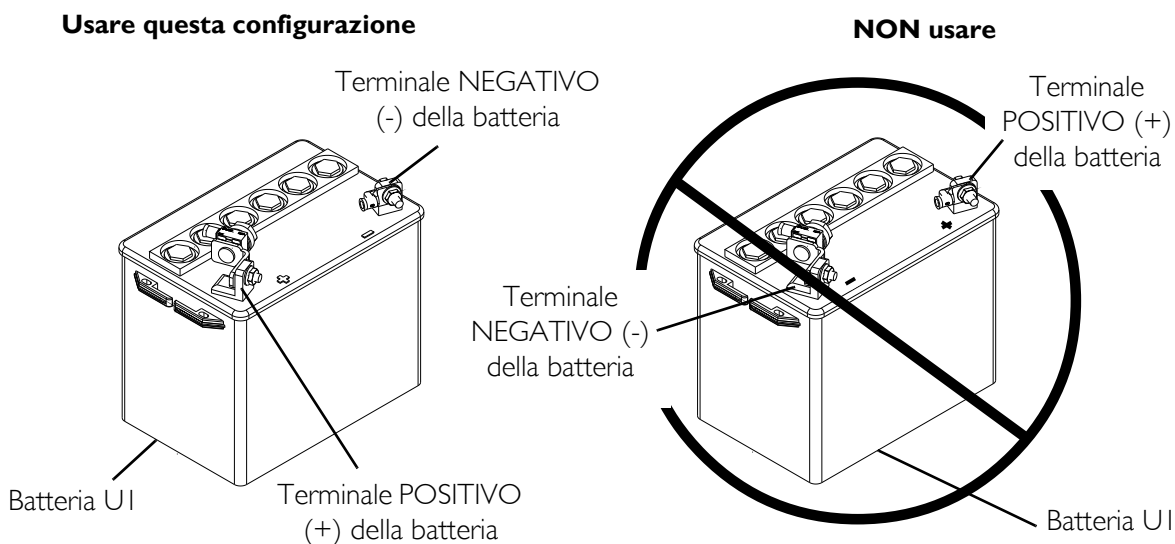

FIGURA 10.1 Utilizzo delle batterie idonee
NOTA: Per questa procedura, vedere la FIGURA 10.1.
2. Immaginare una linea centrale orizzontale ed una verticale che attraversano la parte mediana della batteria (FIGURA 10.1).
4. Assicurarsi che la posizione dei terminali POSITIVO e NEGATIVO sia quella corretta (FIGURA 10.1).